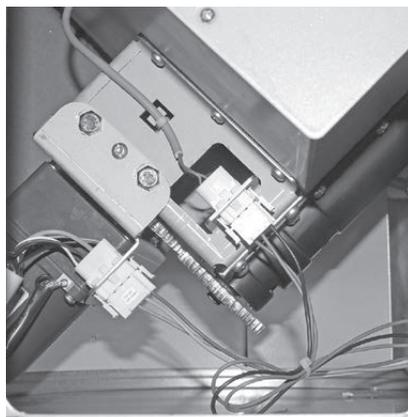

Fig. 48 Inserire i connettori del motore della coclea e dell'interruttore di prossimità
- ▶ Inserire i connettori del motore della coclea e dell'interruttore di prossimità – Fig. 48.